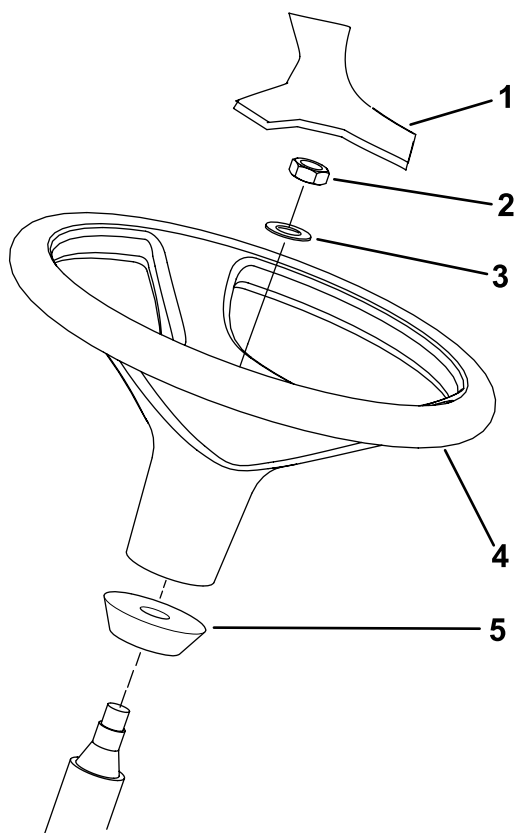

Figura 13
- 1. Retire el volante del palet de transporte (Figura 13).
Nota: Asegúrese de que el collar de espuma permanece en el eje de dirección (Figura 13).
3. Coloque el volante y la arandela sobre la columna de dirección (Figura 13).
5. Monte la tapa en el volante (Figura 13).